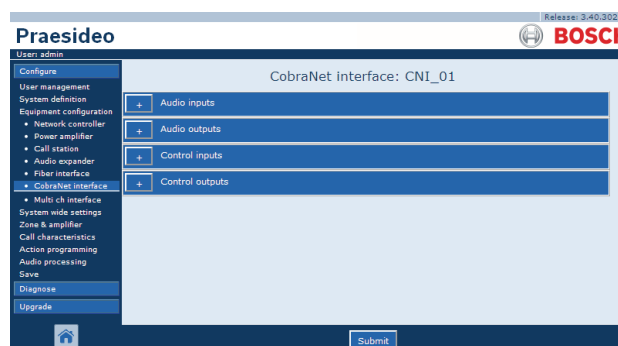

Abb. 43.35: Konfiguration der CobraNet-Schnittstelle, Schritt 2
- 2 Klicken Sie auf den Namen der zu konfigurierenden CobraNet-Schnittstelle. Im Hauptframe der webbasierten Benutzeroberfläche wird ein Bildschirm angezeigt, der dem in Abb. 43.35 ähnelt.